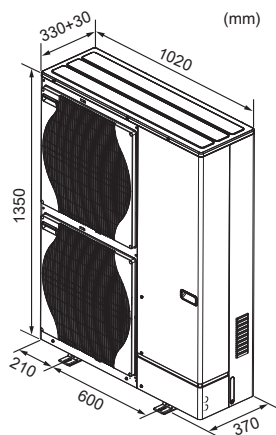

Fig. 2-2
2.2. Yttre dimensioner (Utomhusenhet) (Fig. 2-2)